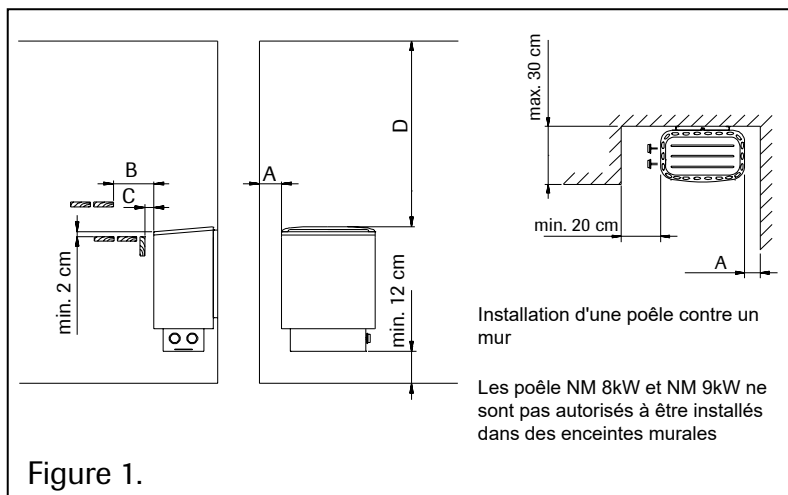

Figure 1.
- Les poêles NARVI NM de 4,5kW et 6kW peuvent également être installés dans un mur creux, à condition que les distances de sécurité indiquées par la figure 1 soient respectées.
**) Voir Figure 1